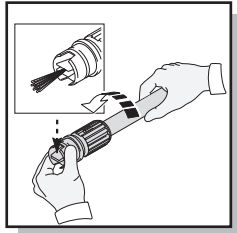

Fig. 21
- Utilice la lanza de pulverización ajustable al limpiar las ventanas. Asegúrese de ajustar la boquilla a un amplio abanico de patrón de pulverización y coloque la boquilla aproximadamente cuatro a cinco pies de distancia desde la ventana con la boquilla a cuarenta y cinco grados de ángulo. Apretar el gatillo y variar el patrón de pulverización y del ventilador hasta el ángulo óptimo se logra la eficiencia de limpieza (Fig. 21).